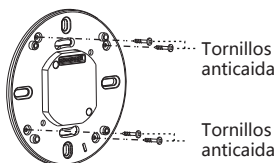

FIG.16
- Coloque cuatro tornillos anticaída en los orificios correspondientes de la placa del detector (Ver FIG.16).